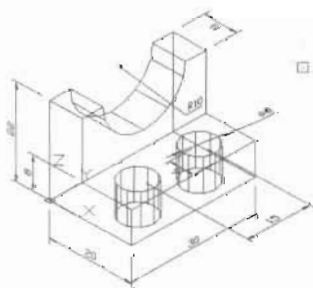

图 12-34
(1) 根据原始文件路径打开图形, 如图 12-34 所示, 当前视图为东南等轴测视图。